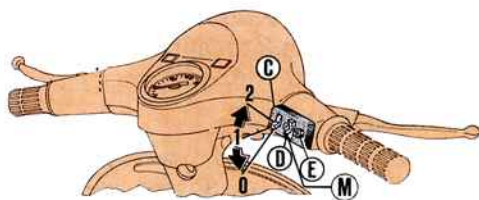

Fig. 6 - Posizioni del commutatore « C ».
1. Comando frizione (leva) e cambio (manopola) - 2. Leva freno anter. - 3. Comando gas - 4. Commutatore deviatore (per le posizioni ved. fig. 6) - 5. Ceppi freno anter. - 6. Pedale freno poster. - 7. Leva avviamento - 8. Settore cambio - 9. Ceppi freno poster. - 10. Frizione - 11. Carburatore e depuratore - 12. Comando dispositivo « starter » - 13. Rubinetto miscela - 14. Pulsante (con serratura a chiave) per sbloccaggio sella biposto (ribaltabile) - 15. Tappo del serbatoio miscela.
stro del manubrio, munito di levetta « D » di deviazione luce (abbagliante - anabbagliante) e di 2 pulsanti « E » per il claxon « M » per l'arresto motore (ved. fig. 6).
Commutatore deviatore delle luci del proiettore installato sul manubrio lato destro (ved. fig. 6).
Prima di fermare il motore, portare la leva del cambio in posizione « folle »; quindi premere sul pulsante « M » di arresto motore sul commutatore (ved. fig. 6).